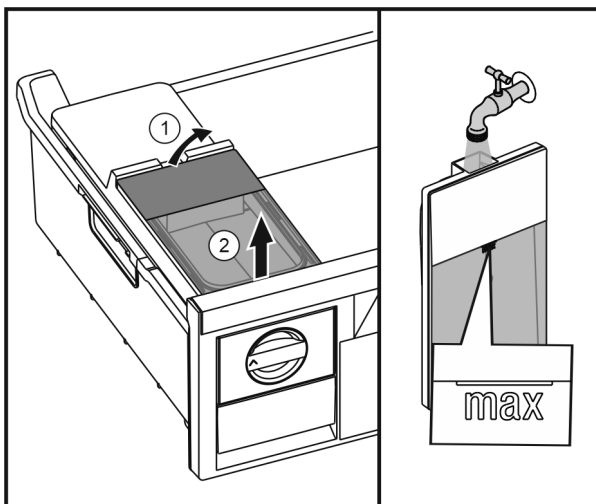

Fig. 30
- ▶ Wassertank von hinten anheben Fig. 30 (1) und nach oben entnehmen Fig. 30 (2).